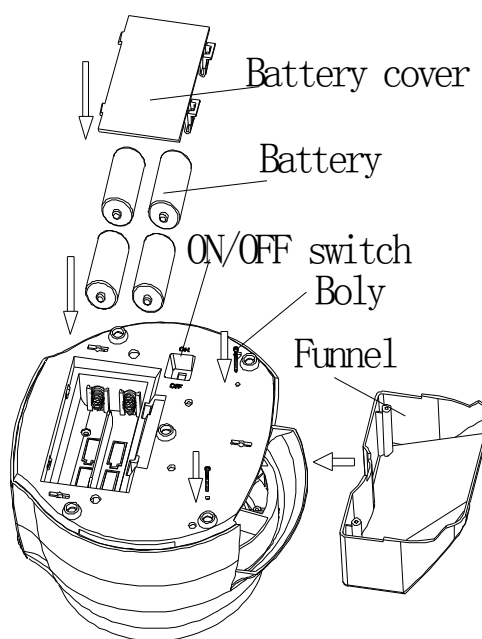

Fig 2
2. Öffnen Sie den Batteriefachdeckel, setzen Sie die Batterie ein. Hinweis: beachten Sie die Symbole „+“ und „-“ für die richtige Richtung. Betätigen Sie „ON/OFF“ (siehe Abb. 2)